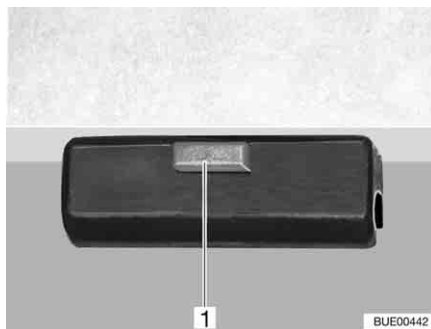

Fig. 95 Bloqueo
- Soltar el bloqueo (Fig. 95,1) del tablero de la mesa.